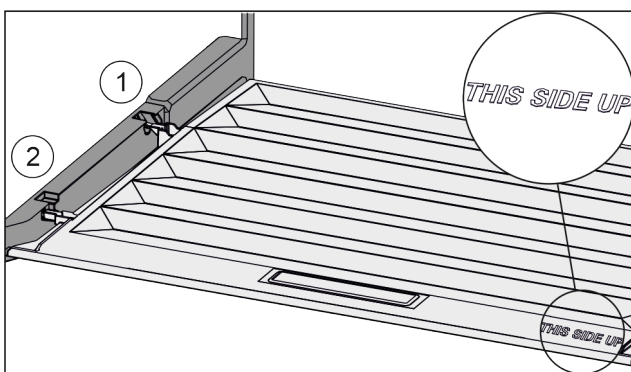

Fig. 143
- ▶ Prečke poklopca uvedite preko otvora stražnjeg držača Fig. 143 (1) i uglavite ih u držač Fig. 143 (2).